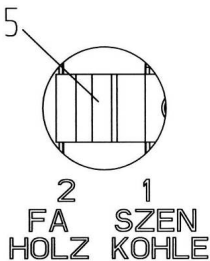

Bild 9
5. Brennstoffwähler / Sekundärluftregler (Bild 9)